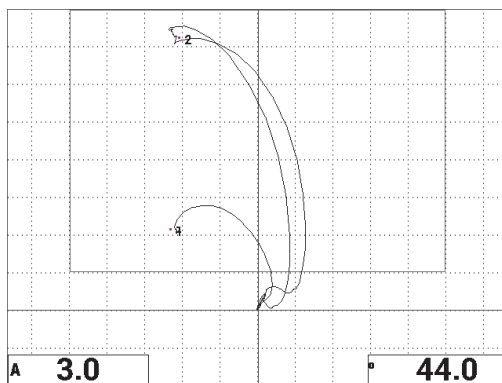

Рис. 6-43 Повторное сканирование зоны дефектов
13. Нажмите клавишу FULL NEXT (➡) для перехода в полноэкранный режим, затем медленно просканируйте зону дефектов; убедитесь, что точки соответствуют сигналу (см. Рис. 6-43 на стр. 164).